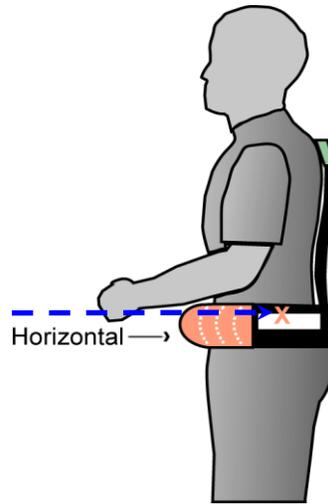

Figure 8 – La crête iliaque située dans la fenêtre de l'appareil de mesure des tailles
8. Veillez à ce que le gabarit de mesure de la ceinture de hanches, figure 2-J, soit placé à l'horizontale, figure 8.